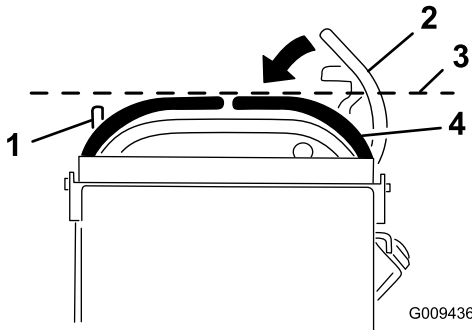

Figura 72
3. Empuje las palancas de control de movimiento hacia abajo, sacándolas de la posición de BLOQUEO/PUNTO MUERTO (Figura 72).
4. Compruebe que la palanca de control de movimiento de la derecha quede alineada en sentido horizontal con la palanca de control de movimiento de la izquierda (Figura 72).